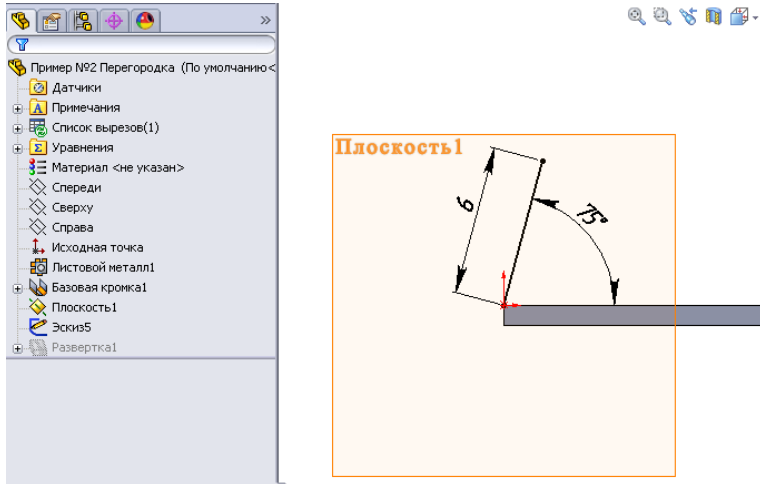

Рисунок 9.35 - Створюємо вид (профіль) бічної стінки
5. На цьому ескізі зобразимо вид (профіль) бічної стінки. Ця стінка має прямолінійний контур довжиною 6 мм і розташована під кутом 75° до основи. Намалюємо лінію з такими параметрами (рис. 9.35). У загальному випадку ескіз стінки може містити одну або кілька ліній, а також дуги.